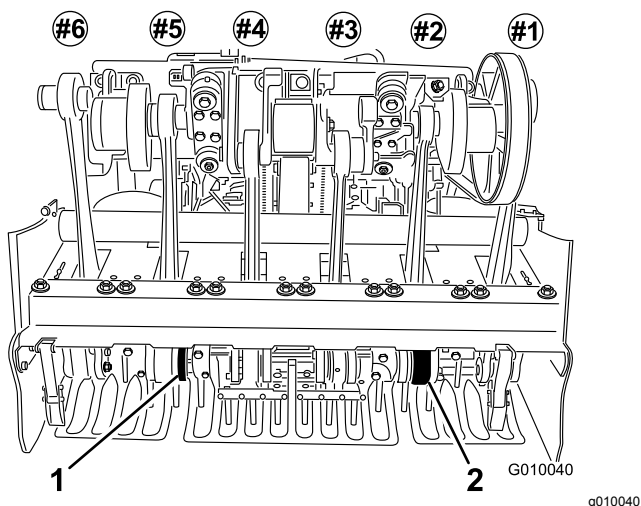

图27
- 将打孔针安装到 2 号和 5 号打孔针夹头图27 拧紧螺栓。